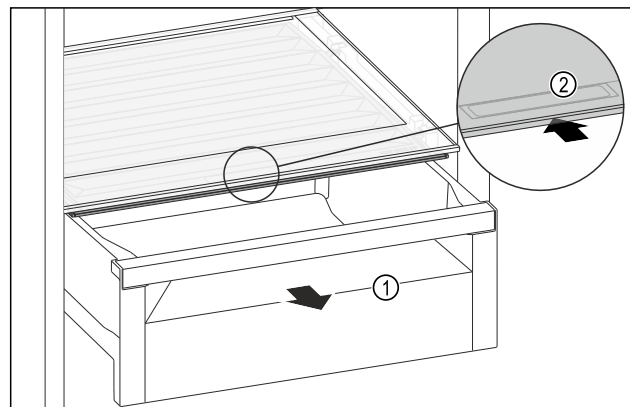

Fig. 213
- Zásuvku Fig. 213 (1) vytáhněte.
- Uchopte prohlubeň pro rukojeť Fig. 213 (2) na víku zásuvky a současně zasuňte víko zásuvky směrem dozadu.